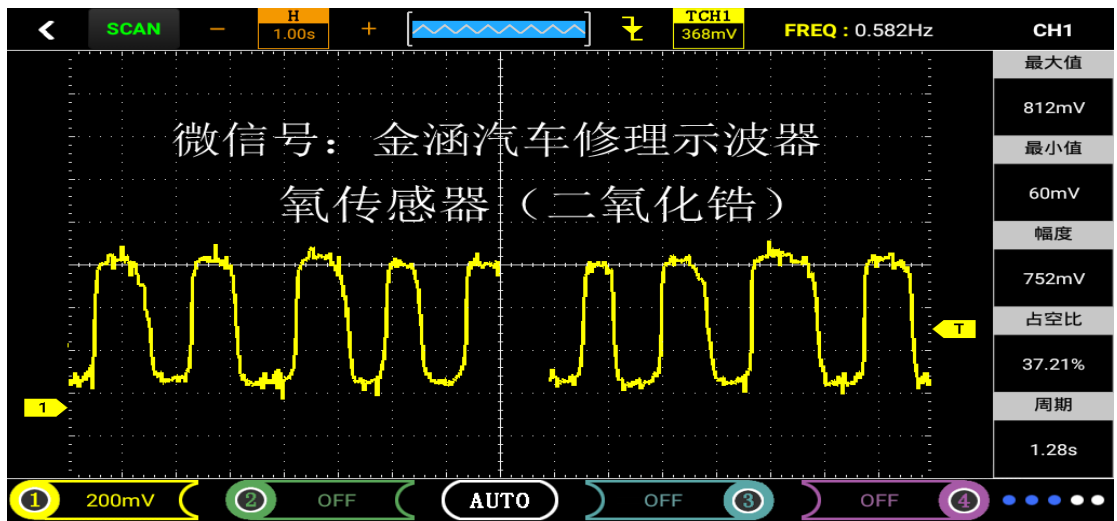

图14
①同曲轴位置传感器。
②进入主菜单界面后选择“传感器”，然后进入子菜单点击选中“车速传感器”，进入二级子菜单点击“磁电式”、“霍尔式”、“二线霍尔”即可进入示波器界面。（注：如示波器界面卡住，等待几秒即可进入）。
③将探头接到示波器CH1且探头调置1X档，然后接地夹接到信号地或搭铁。
- ④由于示波器“磁电式”、“霍尔式”、“二线霍尔式”功能已默认好设置（磁电式和霍尔式：探头档1X，时基档5.00ms；二线霍尔式：探头档：1X，时基档：10.0ms；光电式：探头档1X，时基档25.0ms），只需将探头接到对应的信号即可直观的显示波形。
- ⑤点击“CH1”，可以查看各项数值和配置（配置已默认）。
- ⑥显示的波形可以自行通过调节时基、垂直伏/格和触发方式实现自己的需求（时基、垂直伏/格和其他的具体操作方法请参考通用示波器操作）。
- ①同曲轴位置传感器。
- ②进入主菜单界面后选择“传感器”，然后进入子菜单点击选中“氧传感器”，进入二级子菜单点击“锆氧”、“锆氧前后氧”、“钛氧”或“宽带型”即可进入示波器界面。（注：如示波器界面卡住，等待几秒即可进入）。
- ③将探头接到示波器对应的通道且探头调置1X档，然后接地夹接到信号地或搭铁。
- ④由于示波器“锆氧”“锆氧前后氧”和“钛氧”“宽带型”功能已默认好设置（探头档1X，时基档1s），只需将探头接到对应的信号即可直观的显示波形，如图14, 15。